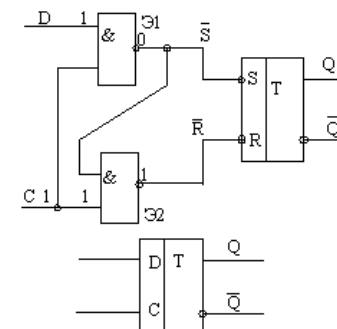

Рисунок 5.25 – Схема синхронного D-триггера
**D-триггеры** (delay - задержка) используют для приема информации по одному входу. Схема получается из схемы асинхронного RS-триггера (в данном случае на элементах «И-НЕ») (рисунок 5.25).